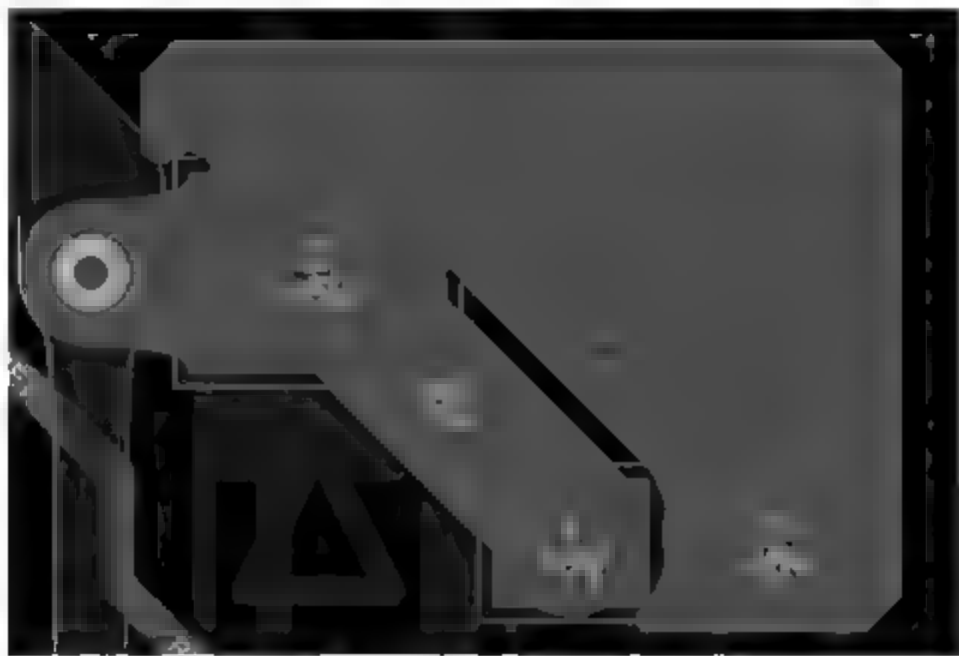

图 8-68 铺铜未覆盖全
25. 铺铜的时候,同类网络不能一起覆盖,如图 8-68 所示。如何解决?